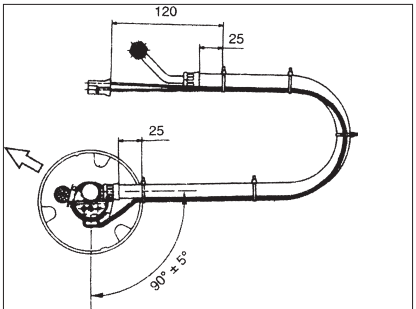

Abb. 8/Fig. 8/ Puc. 8/图8
- Audi 8 缸АНК 发动机代码,** 根据图 8。
- 图 8 中的箭头显示车辆行驶方向。
- 将容置外壳上部件连同泵一起向右旋转约 15° (卡止), 直至 V 或 W 标记与标记 (B) 一致, 如有必要, 使用特殊工具。